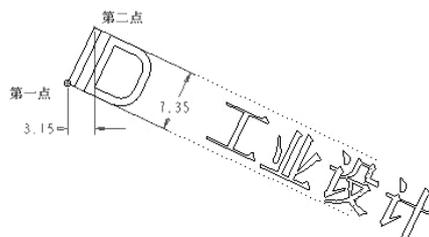
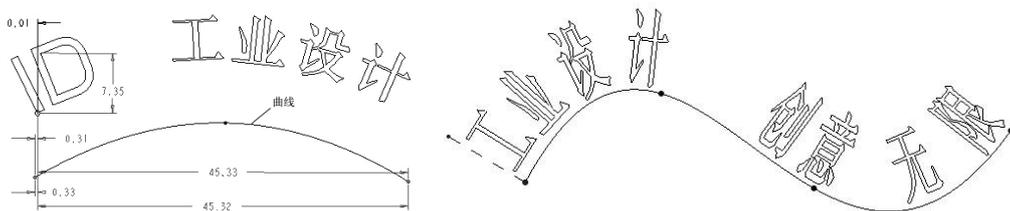

图 2-15 绘制文字
图 2-16 按曲线位置绘制文字
(1) 单击草绘命令工具栏中的  按钮，以创建文字图形。
(2) 系统显示“选取行的第一点，确定文本高度和方向”。在绘图区单击一点，作为行的第一点。
(3) 选取行的第二点，确定文本的高度和方向，在绘图区单击另一点，如图 2-15 所示。
(4) 系统弹出【文本】对话框，在该对话框的【文本行】文本框中输入文字“ID 工业设计”。单击【文本】对话框中的【确定】按钮，显示文字如图 2-15 所示。
(5) 在【字体】下拉列表框中可选择字体，在【长宽比】文本框中可设置文字的长宽比例，在【斜角】文本框可设置文字的倾斜角度。
(6) 把尺寸“3.15”修改为“0.01”，然后绘制一样条线，如图 2-16 所示。
(7) 在图形窗口中双击文字“ID 工业设计”，重新打开【文本】对话框，以重新编辑文本。
(8) 在【文本】对话框输入“工业设计 创意无限”并选中【沿曲线放置】复选框，系统提示“选取将要放置的文本的曲线”。
(9) 选择绘制的样条曲线，单击【文本】对话框中的【确定】按钮完成文本的修改，单击工具栏中的按钮使图形中不显示尺寸，结果如图 2-16 所示。